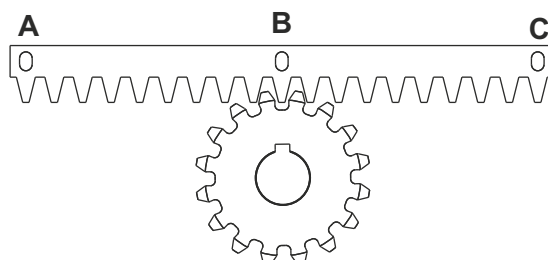
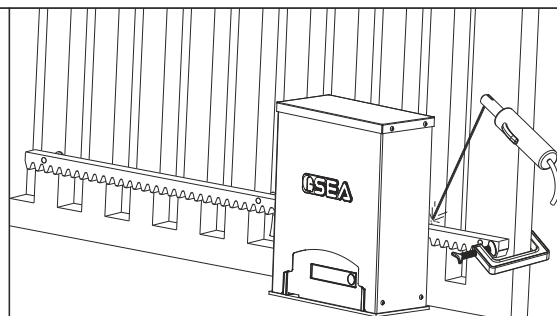

Fig. 9
Fig. 10
5.3. Placer l'élément de crémaillère sur le pignon denté de l'opérateur de façon qu'il soit parallèle à le guide de coulissement au sol; le positionner comme sur la Fig. 9 et souder électriquement le cliquet central **B** à la structure du portail (Fig. 10). Déplacer manuellement le portail jusqu'à ce que le cliquet **C** soit correspondant au pignon, donc le souder électriquement. Effectuer la même opération pour le cliquet **A** après l'avoir mis en correspondance avec le pignon;